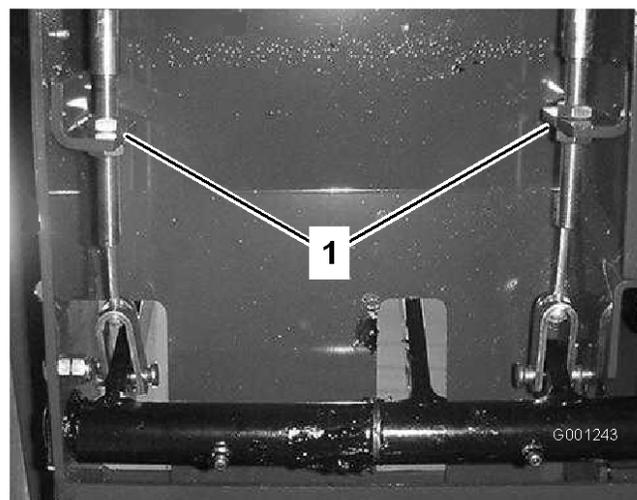

図 61
2. 遊びを減らす（ブレーキを締める）には、ブレーキ・ケーブルのネジ山の前ナットをゆるめ、後ろのナットを締める（図 61）。後ろナットを締めてケーブルを後ろへ引き、行きしろが 13 mm～25mm になるように調整する。